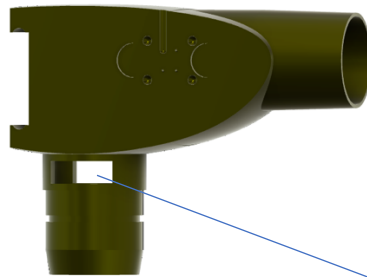

Abbildung 26: Luftkanal des DFS mit Membran
**Achtung:** Bitte stellen Sie beim Zerlegen, bei der Reinigung und beim Zusammenbau sicher, dass die Membran des DFS (Abbildung 26) nicht beschädigt wird. Eine Beschädigung kann zu Fehlmessungen führen!
Der Luftkanal (Abbildung 26) kann zusätzlich noch innen gereinigt werden und muss anschließend ausreichend getrocknet werden. Bitte beachten Sie die Angaben in der folgenden Tabelle.